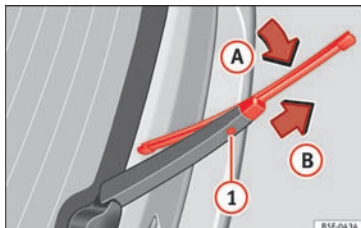

Fig. 142 Udskiftning af viskerblad til bagrude
- Løft viskerarmen, og klap den væk med en vinkel på ca. 60° » **Fig. 142**.
- Vip viskerbladet i retning mod viskerarmen » **Fig. 142** (pil **A**), og træk det samtidig af i pilens retning **B**. Det kan i den forbindelse være nødvendigt at bruge flere kræfter.